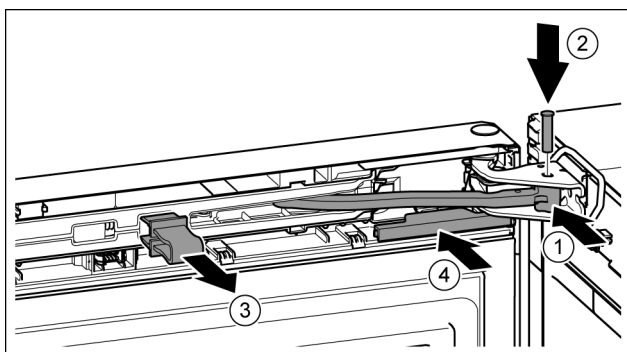

Fig. 22
- ▶ Otočte kloub ve stojanu ložiska. Fig. 22 (1)
- ▶ Vložte čep do stojanu ložiska a kloubu. Přitom dávejte pozor, aby byla zajišťovací vačka správně usazena v drážce. Fig. 22 (2)
- ▶ Pojistku vytáhněte. Fig. 22 (3)
▶ Kryt nasuňte. Fig. 22 (4)